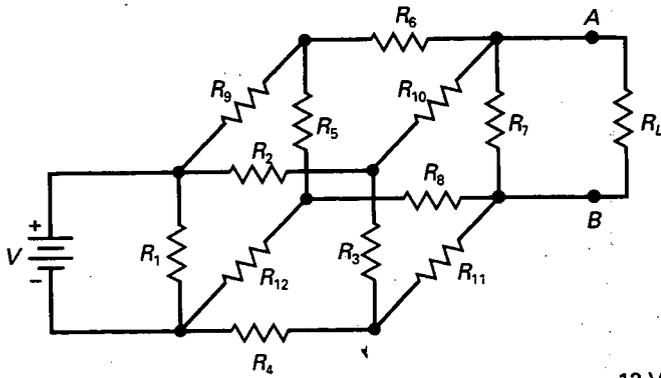

Figura 1-20
- 1-28. Usted está en el laboratorio viendo un circuito como el de la Figura 1-20. Alguien le reta a encontrar el circuito equivalente de Thevenin. Describa un procedimiento experimental para medir la tensión de Thevenin y la resistencia Thevenin.